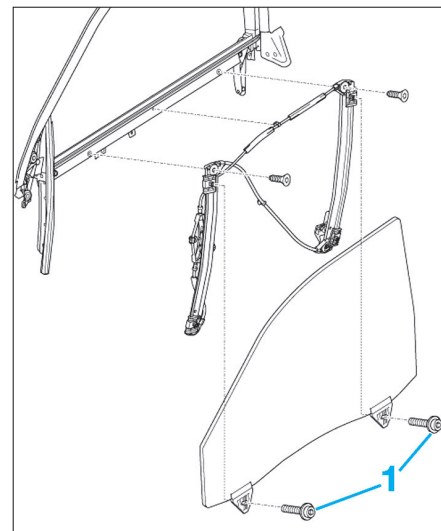

Fig. 50
- Déposer les fixations (1) (Fig.50) et extraire la vitre.